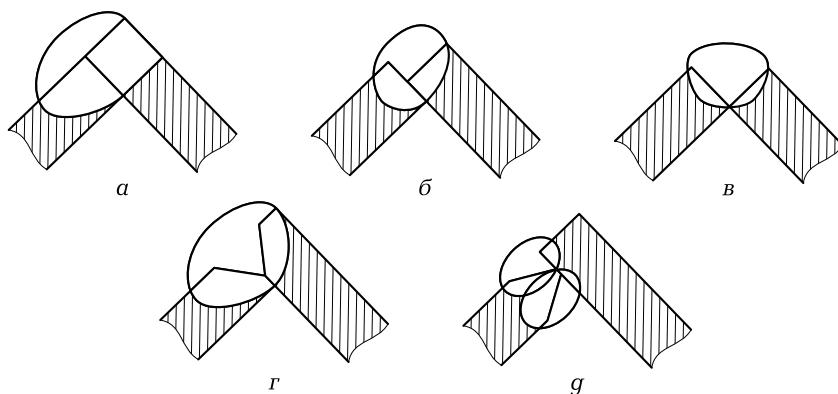

Рис. 1.2. Виды угловых соединений
6. Напишите названия угловых соединений, изображенных на рис. 1.2: